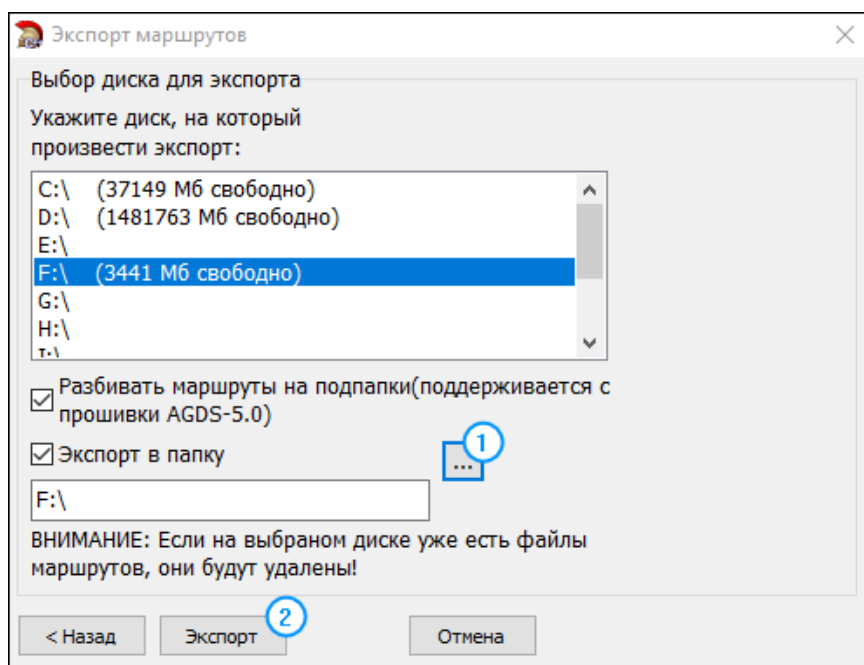

Рис.69. Окно для экспорта маршрутов
4. Далее выберите диск (карту памяти) для экспорта маршрутов. Нажав кнопку «...» (Рис.69, п.1), можно также выбрать конкретную папку для экспорта.
5. Нажмите кнопку «Экспорт» (Рис.69, п.2) и дождитесь завершения процедуры. На карте памяти будет создан каталог *Routes* с загруженными маршрутами.